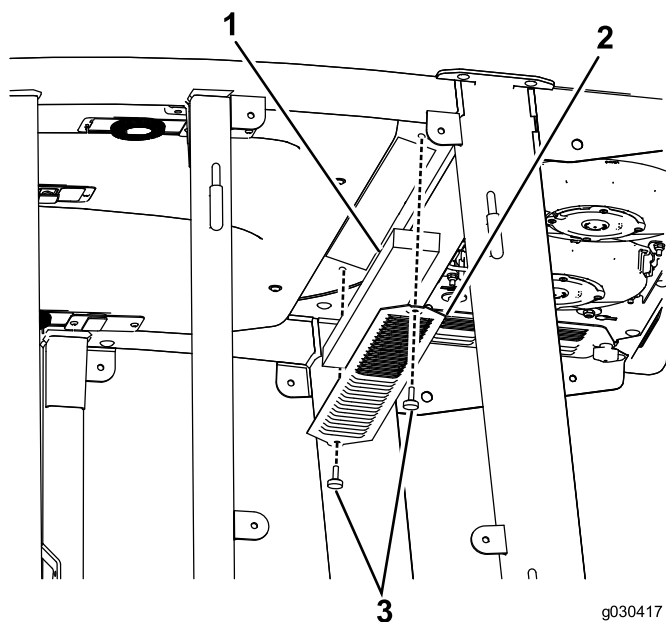

Рисунок 22
1. Снимите барашковые винты и решетки с внутрикабинного и заднего воздушных фильтров (Рисунок 22).